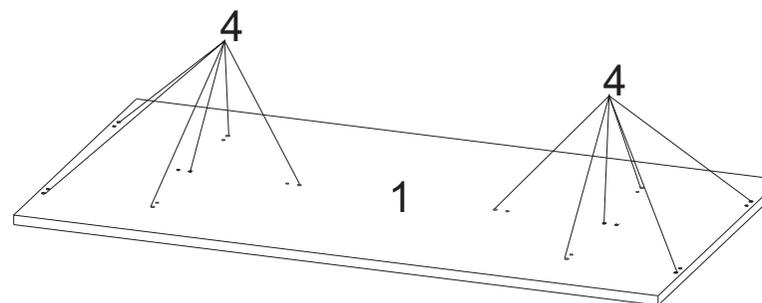

Рис.1
1. Вбейте пластиковые муфты 4 в отверстия на деталях 1 и 2. (рис.1,3)